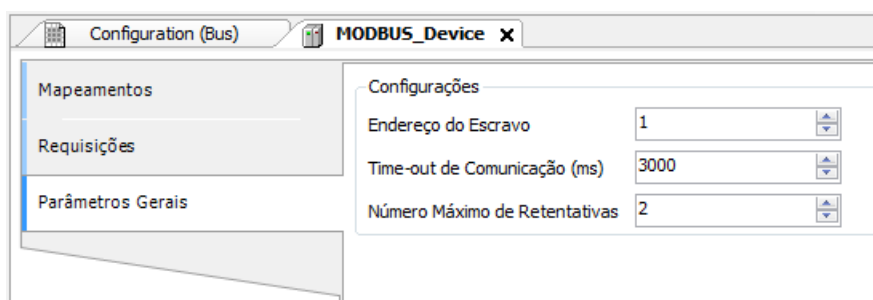

Figura 50: Tela de Configurações dos Parâmetros Gerais do Dispositivo
- Adicionar e configurar dispositivos através da aba Parâmetros Gerais, definindo endereço do escravo, time-out de comunicação e número de tentativas de comunicação como pode ser visto na Figura 50.